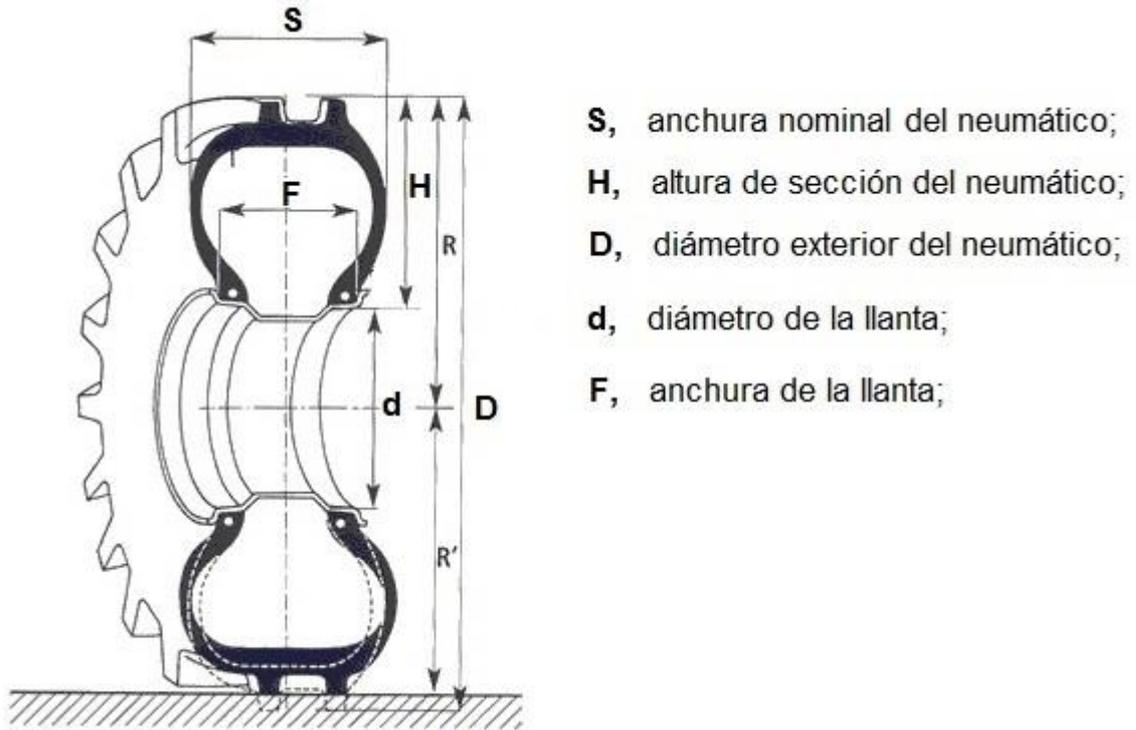

Figura 3. Sección de un Neumático
- Anchura (número 3 de la Figura 2): se refiere a la anchura nominal (S) de la sección del neumático. Es la distancia lineal que existe entre el exterior de los flancos del neumático inflado, según se puede comprobar en la Figura 3 siguiente, despreciándose lo que pueda sobresalir el relieve constituido por las inscripciones, las decoraciones y los cordones o nervios de protección.
- Altura o altura de sección o de perfil (H): esta información no aparece inscrita en el neumático, pero puede ser calculada. Es la distancia (H) entre el asiento del talón hasta la banda de rodamiento, según se puede comprobar en la Figura 3 anterior, estando el neumático sin carga. Esta distancia se corresponde a la semi-diferencia entre el diámetro exterior del neumático (D) y el diámetro nominal de la llanta (d), según se indica en la siguiente expresión matemática:
- Diámetro nominal de la llanta (indicado con número 6 en la Figura 2): el diámetro de la llanta (d) sobre el cual se monta el neumático medido en diagonal, de borde a borde de la llanta, según se puede comprobar en la Figura 3 anterior, y se expresa en pulgadas. Suele estar comprendido entre 10 y 20 pulgadas. No obstante, para los casos especiales que se monten neumáticos TD de Dunlop, y los neumáticos TRX, TDX y PAX de Michelin, el diámetro de la llanta se indica en milímetros. Éste suele estar comprendido entre los 315 y 440 mm.
- Diámetro exterior del neumático (D): esta información no aparece inscrita en el neumático, sin embargo también puede ser calculada (ver Figura 3 anterior). Para obtener el diámetro teórico de rodadura (D) bajo las condiciones de neumático nuevo e inflado, se utiliza la siguiente expresión matemática: